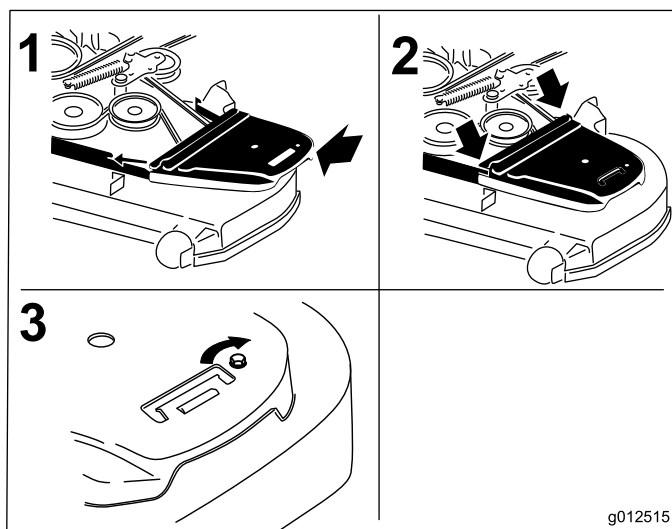

Figure 75
12. Reposez les couvercles de courroies ainsi que les boulons fixés dessus (Figure 75).